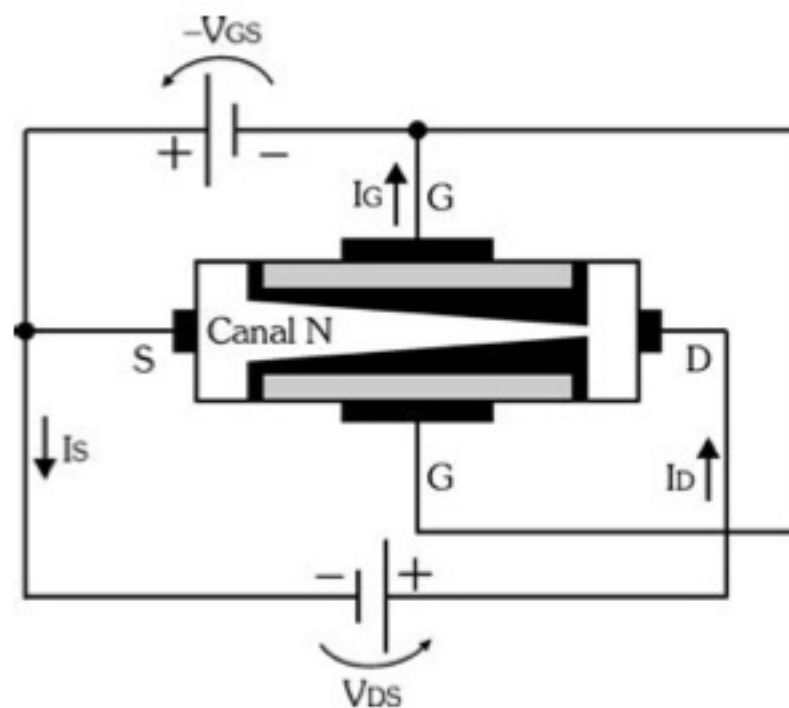

Figura 6.3 - Polarização das junções do JFET.
O funcionamento do JFET pressupõe a *polarização reversa* das junções por meio de uma tensão  $V_{GS}$  negativa aplicada entre as portas (G) e a fonte (S), além de uma tensão  $V_{DS}$  *positiva* aplicada ao canal entre os terminais dreno (D) e fonte (S), conforme indica a Figura 6.3.
Os elétrons se deslocam da fonte em direção ao dreno, mas convencionalmente o sentido da corrente é contrário ao movimento dos elétrons, como indica a Figura 6.3.